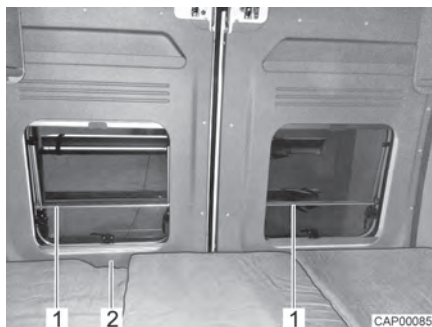

Fig. 48 Protección contra caídas (cama trasera longitudinal)
- ▷ Las ventanas de las puertas traseras están equipadas con una protección contra caídas (Fig. 48,1). La puerta trasera se puede abrir desde el interior a través del orificio (Fig. 48,2).